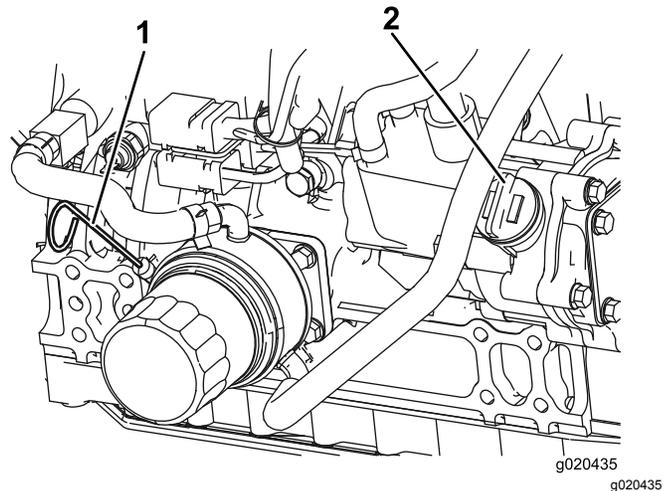

Figura 16
Il livello dell'olio deve trovarsi tra i parametri di sicurezza (Figura 16).
4. Se l'olio non raggiunge i parametri di sicurezza, togliete il tappo di riempimento (Figura 16) e aggiungete olio finché il livello non raggiunge la tacca "FULL" (pieno). **Non riempite troppo.**